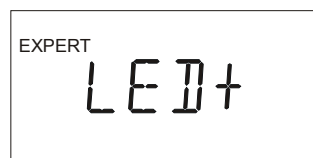

Fig. 49. Affichage visualisé après avoir tourné le BPR
Après avoir tourné le BPR d'une autre coche dans le sens horaire, l'affichage suivant est visualisé où vous trouverez les informations pour régler le retro-éclairage de l'écran (voir Fig. 49). Dans cet exemple, la DEL a été configurée pour rester allumée (ON) en permanence (+).